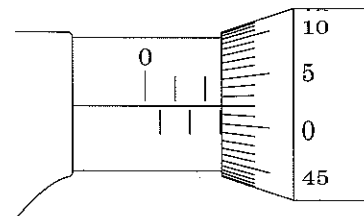

図7
(3) この部品をマイクロメータで測定したところ、図7のようになった。このときの寸法を解答用紙の (e) 欄に、小数第2位まで記入しなさい。